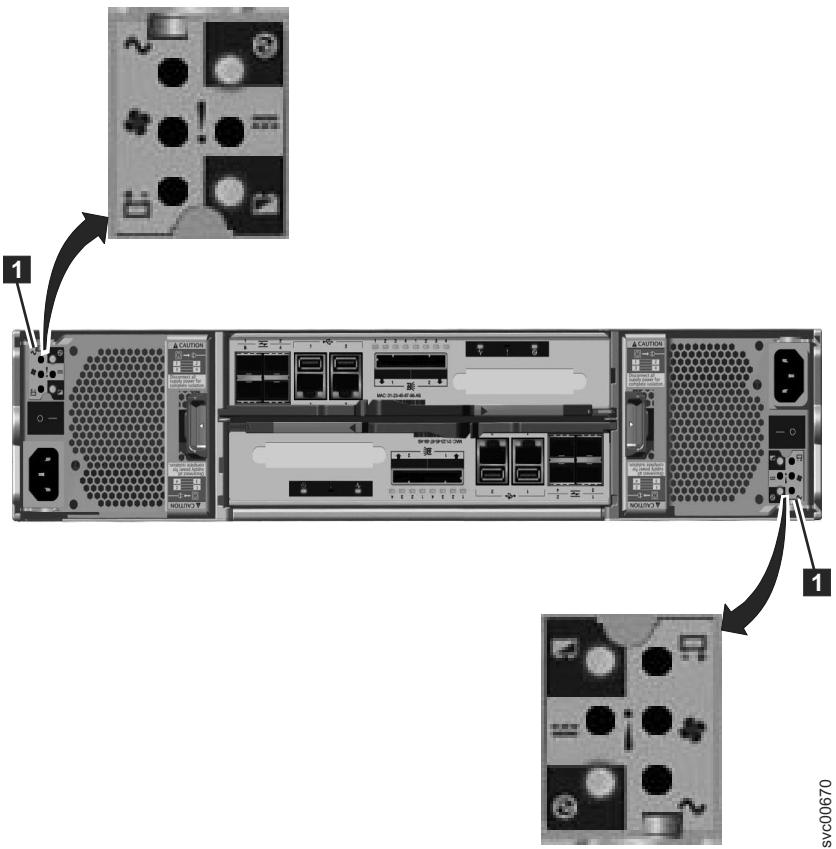

図 50. コントロール・エンクロージャーの電源機構装置の LED
1. エンクロージャー内の各電源機構装置にある AC 電源障害、電源機構 OK、ファン障害、および DC 電源障害の LED の状態を調べて、システムに電源が供給されているか、または電源に問題があるか判別します。223 ページの図 50 は、2076-112 または 2076-124 の電源機構装置の LED を示しています。2076-312 および 2076-324 の電源機構装置の LED は類似していますが、ここには掲載していません。